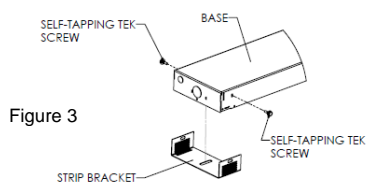

Figure 3
5. Pour les luminaires de 4 pi, centrer les deux petits supports pour qu'ils affleurent les extrémités du boîtier du luminaire (avec la fente au centre du support le plus près de l'extrémité du luminaire). Plier les supports afin qu'ils se rattachent de manière sécuritaire sur les extrémités du boîtier. Rattacher les supports en place à l'aide des deux vis Tek (Fig. 3 et 4).